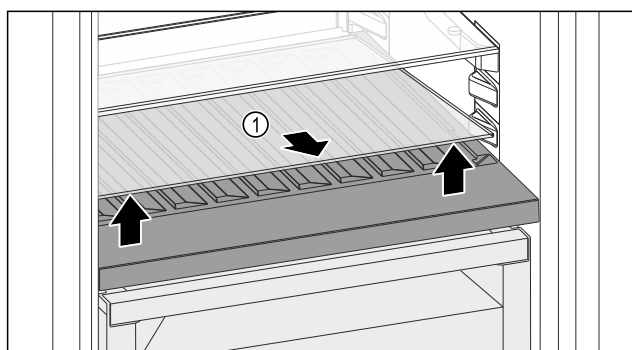

Fig. 98
- Skleněnou desku Fig. 98 (1) zvedněte za vybrání vpředu a vyjměte ji.
- Skleněnou desku Fig. 98 (1) uložte bezpečně mimo spotřebič.